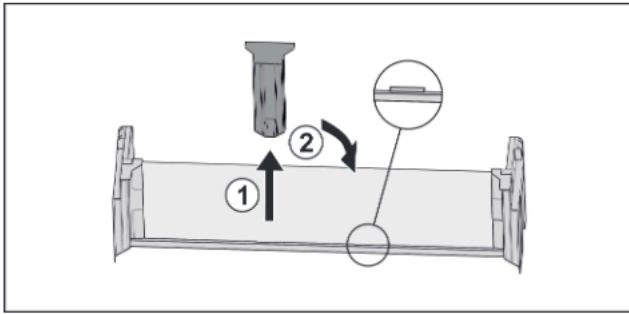

Fig. 22
- ▶ Estrarre l'elemento di supporto centrale Fig. 22 (1).
- ▶ Inserire l'elemento di supporto centrale sulla seconda posizione Fig. 22 (2).